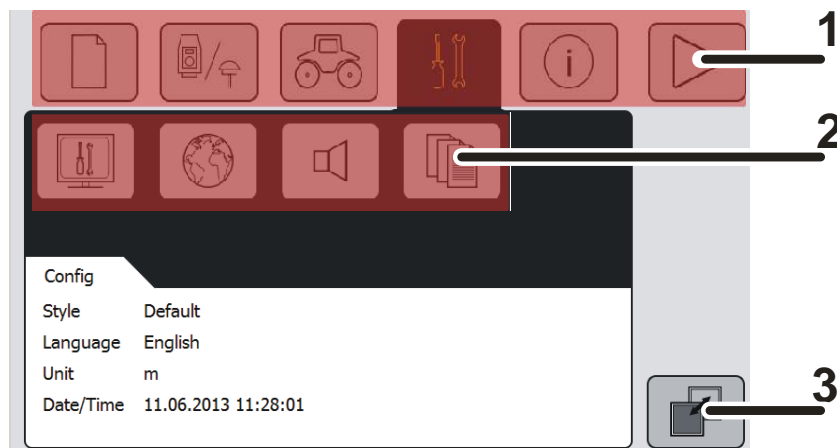

Fig. 7-4: Pantalla de menú
En la fig. 7-4 se ha abierto el menú «Configuración» pulsando varias veces la tecla de función Menú (1).